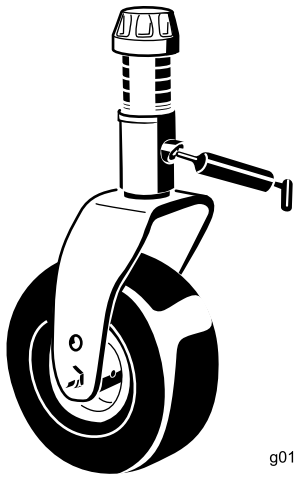

Figure 48
- 1 bague d'axe de chape de roue pivotante (Figure 48)